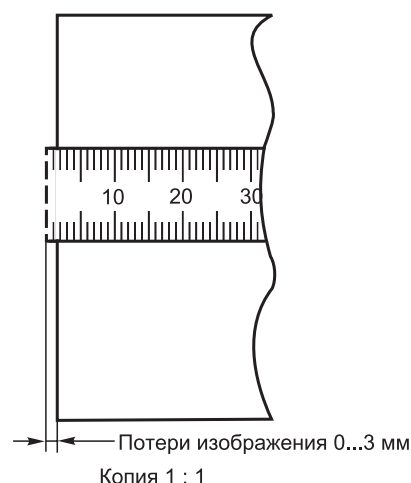

Рис. 3. Потеря изображения на передней кромке
7. Сделайте нормальную (1 : 1) копию и убедитесь, что потеря изображения на передней кромке составляет от 0 до 3 мм (см. рис. 3). Если последнее условие не выполняется, измените содержимое памяти RRC-A и RRC-B для повторной регулировки.